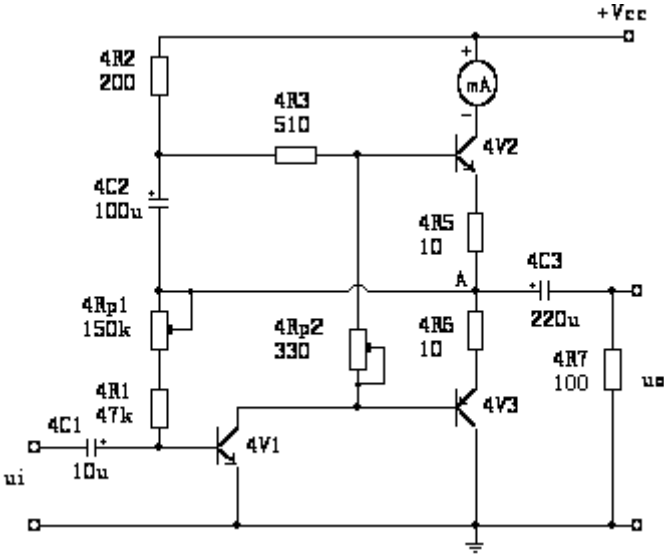

图 6-2 带自举电容的 OTL 功率放大器
2、接入自举电容  $4C_2$ ，如图6-2所示，重复（4）、（5）项实验内容。